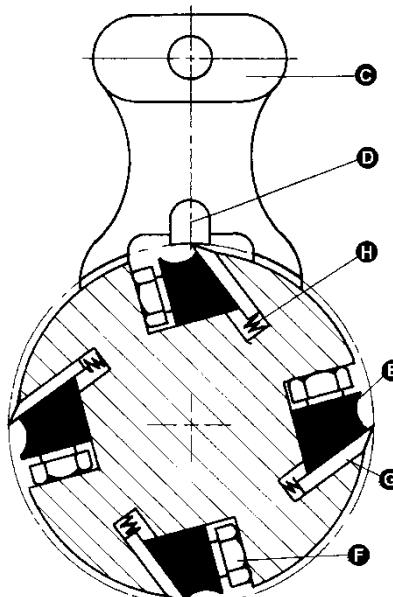

Рис. 20
3. Для проверки и регулировки ножей используйте шаблон (см. Рис. 20, 21), проверьте все четыре ножа. Ножи должны касаться нижнего края центрального выступа шаблона.
4. Если требуется регулировка одного или более ножей, немного ослабьте прижимную планку ножа (Е, см. Рис. 20), повернув шесть стопорных винтов (F, см. Рис. 20) на прижимной планке. Поверните винты так, чтобы только ослабить прижим ножей в посадочном пазу вала, не нарушая установку и положение самих ножей. Сделайте это для всех четырех ножей единовременно.
5. Поместите шаблон на нож (Г, см. Рис. 20), продолжайте ослаблять стопорные винты (F, см. Рис. 20), пока пружины (Н, см. Рис. 20) не начнут поднимать нож. Когда нож коснется центрального выступа (Д, см. Рис. 20) зафиксируйте прижимную планку, немного закрутив шесть стопорных винтов (F, см. Рис. 20) в пазу.
7. После того, как все четыре ножа закреплены винтами, тую закрутите шесть стопорных винтов (F, см. Рис. 20, 21) первого ножа в пазу, начиная с винтов по краям, затем центральные винты,
3. Чтобы снять нож, ослабьте прижимную планку (E, см. Рис. 20), повернув шесть стопорных винтов (F, см. Рис. 20) на прижимной планке. Снимите прижимную планку (E, см. Рис. 20), нож (G, см. Рис. 20) и пружины (H, см. Рис. 20).
8. Поместите на нож шаблон (C, см. Рис.20).
9. Придерживая шаблон на ноже, ослабьте все шесть стопорных винтов (F, см. Рис. 20), поворачивая их на прижимной планке (E, см. Рис. 20), пока режущий край не коснется выступа (D, см. Рис. 20) на шаблоне. Зажмите прижимную планку, закрутив обратно шесть стопорных винтов в пазу.
11. После того, как все четыре ножа закреплены винтами, поставьте на место и закрутите шесть стопорных винтов (F, см. Рис. 20) в пазу, начиная с винтов по краям, затем центральные винты, пока нож не будет надежно закреплен в валу. Таким же образом затяните три оставшихся ножа.